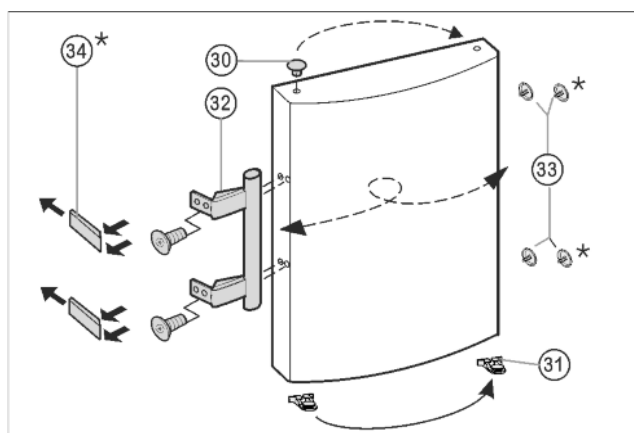

Fig. 8
- ▶ Wyciągnąć wkładkę Fig. 8 (33) z zawiasu drzwi i przełożyć na drugą stronę.
- ▶ Zdemontować uchwyt drzwi Fig. 8 (32), zatyczki Fig. 8 (33) oraz płytki dociskowe\* Fig. 8 (34) i przełożyć je na przeciwną stronę.